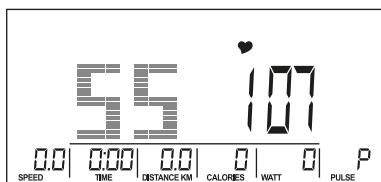
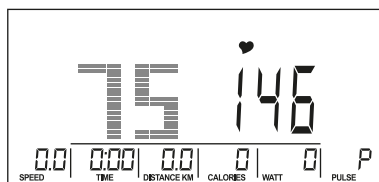
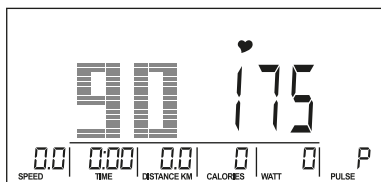
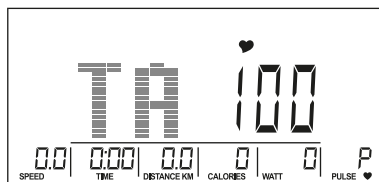

Рис. 15
Рис. 16
Рис. 17
Рис. 18
2. Натисніть MODE для підтвердження налаштувань. За допомогою регулятора виберіть максимальну частоту серцевих скорочень 55% (Рис. 15), 75% (Рис. 16), 90% (Рис. 17) або замість вибору рівня можна встановити цільовий пульс TAG (TARGET HRC, значення за замовчуванням: 100) (Рис. 18). Якщо Ви вибрали TAG, використовуйте UP / DOWN (Encoder), щоб встановити значення від 30 ~ 230.